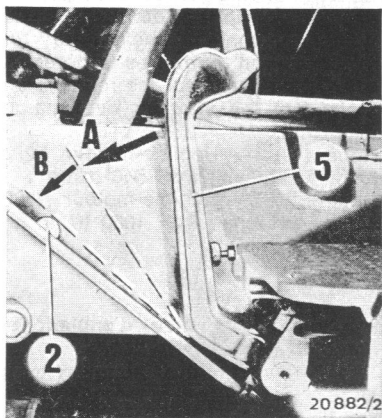

Fig. 4
Quant à l'enclenchement de la PdF, il n'est possible qu' après avoir complètement débrayé l'embrayage double effet, c.-à.-d. la pédale ⑤ est à enfoncer jusqu'à bout de course — butée ②, point B sur fig. 4 — la manette de commande de la boîte de PdF pouvant être actionnée peu après.